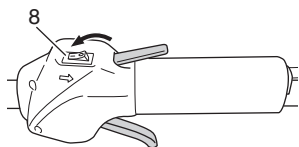

Fig. 8
(1) Placez l'interrupteur de marche/arrêt (8) en position "marche" (ON). (Fig. 8)